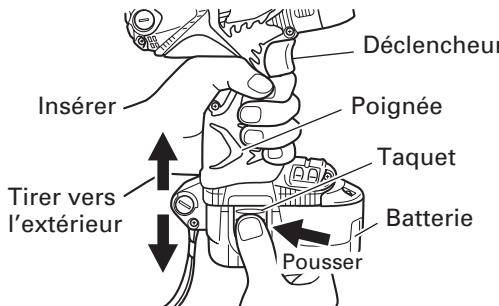

Fig. 4
Sinon, elle risque de tomber accidentellement de l'outil et de blesser l'opérateur ou d'autres personnes alentour. (Fig. 4)
Sortir la batterie de la poignée de l'outil tout en appuyant sur les taquets (2) de chaque côté de la batterie. (Fig. 4)